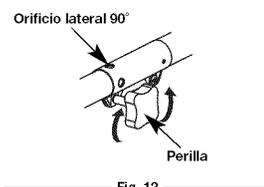

Fig. 12
1. Gire la perilla en sentido antihorario para aflojarla (Fig. 12).
3. Gire la perilla en sentido horario para ajustarla (Fig. 12). Para recortar bordes mientras usa el accesorio de corte de cabeza de línea con modelos EZ-Link™, trabe el botón de desconexión en el orificio lateral de 90° (Fig. 12).